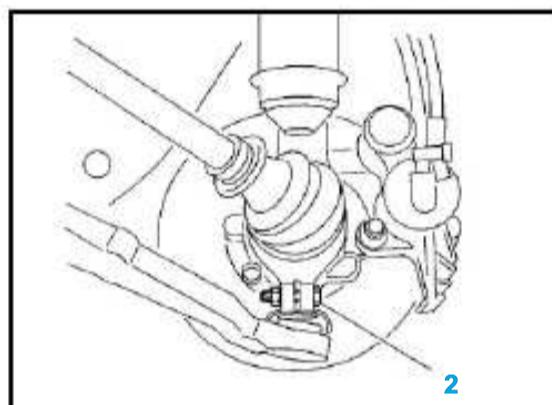

Fig. Trans. 2
- tuerca Unbrake (1).
- Retire la tuerca (1).
- tornillo Release (2) (Fig.. Trans 2).
- el tornillo (2) ; apretar **3.8 m.daN** (Fig.Trans 2)